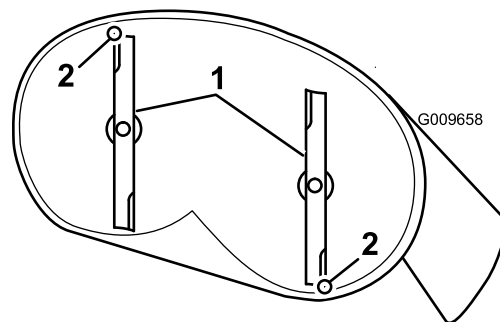
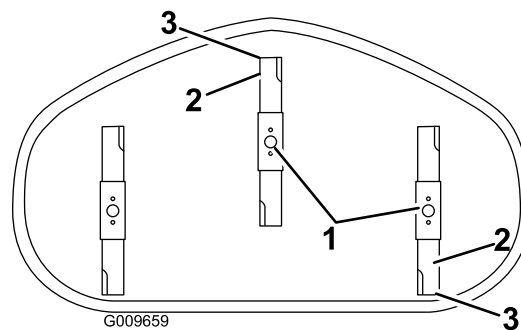

Figure 56
Figure 57
4. Faites pivoter les lames avec précaution pour faire passer les pointes avant à l'arrière (Figure 56 et Figure 57).
5. Mesurez la distance entre la pointe de la lame avant et la pointe de la lame arrière par rapport à la surface plane (Figure 56 et Figure 57).